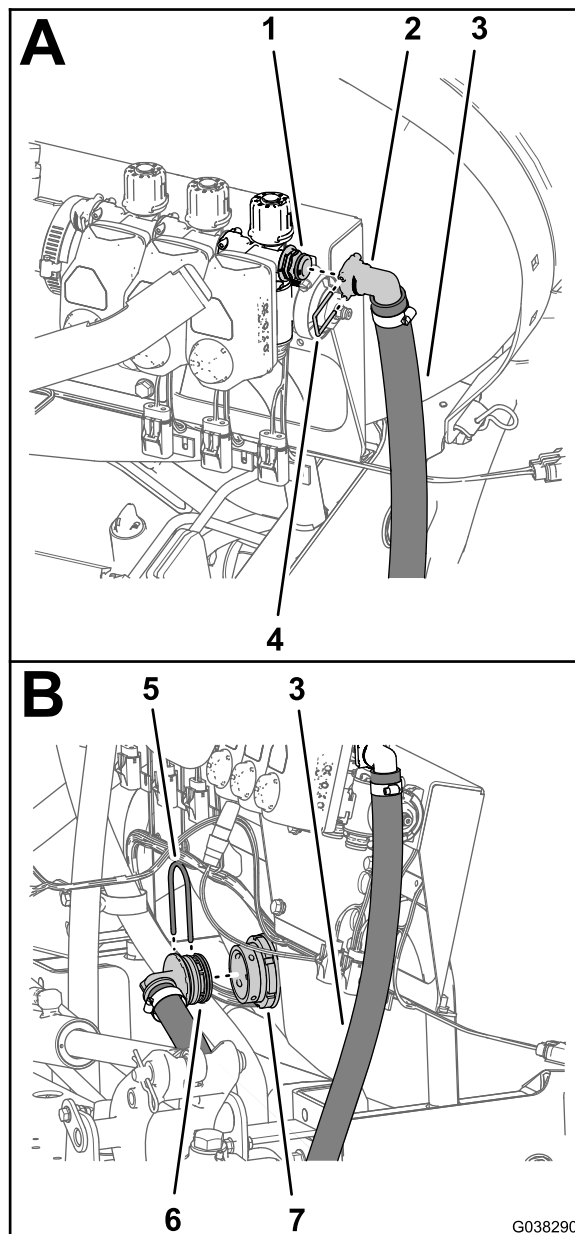

图77
3. 将喷洒臂段旁通软管的 90° 宝塔接头装入隔板接头图77。
4. 使用在卸下喷洒臂段旁通软管 (页码 13) 的步骤 1 中卸下的卡环大 90° 接头固定到隔板接头上图77。